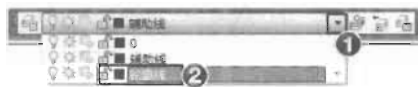

图 2-92
(1) 将“轮廓线”图层设为当前工作图层。鼠标左键单击图层列表框右侧的按钮, 在打开的下拉列表中选择“轮廓线”图层, 如图 2-92 所示。